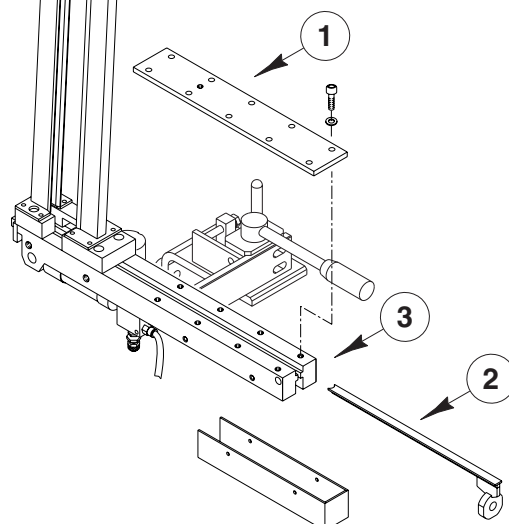

Fig.7.7
- Máquina de colocar palillos: Quite la plancha (Pos.1, Fig.7.7), limpie el dispositivo de empuje (Pos.1, Fig.7.7) y su sed (Pos.1, Fig.7.7). Lubrique con una grasa idónea para la utilización en campo alimenticio.